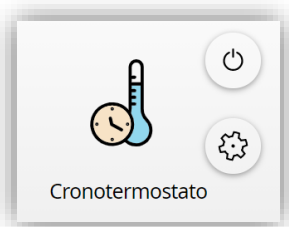

Figura 106. Casilla de cronotermostato
- **Habilitación** [0 = Inhabilitar; 1 = Habilitar / 0 = Habilitar; 1 = Inhabilitar]: selecciona la polaridad del objeto de control “[Ci] Cronotermostato: habilitación”, el cual permitirá activar o desactivar el cronotermostato de forma análoga a como lo haría el usuario mediante el **botón de encendido** de la casilla (ver Figura 106).